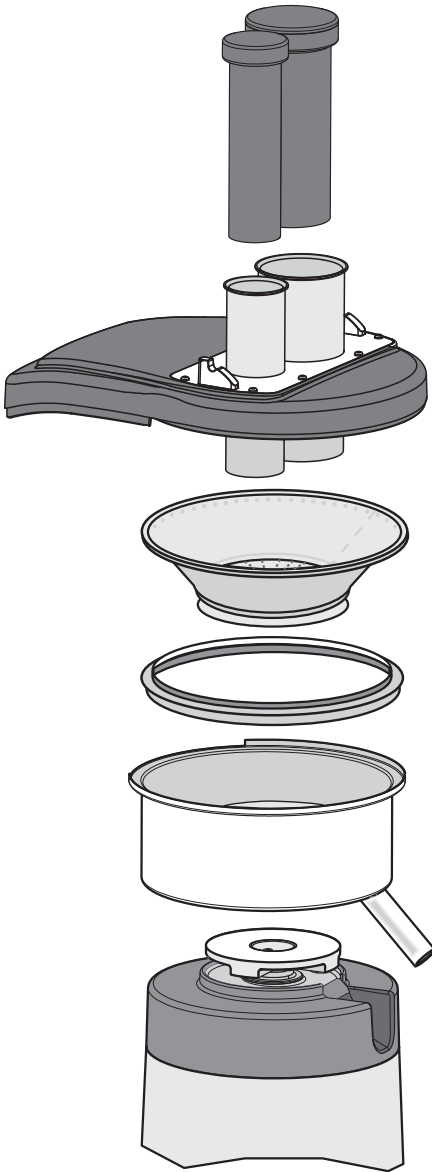
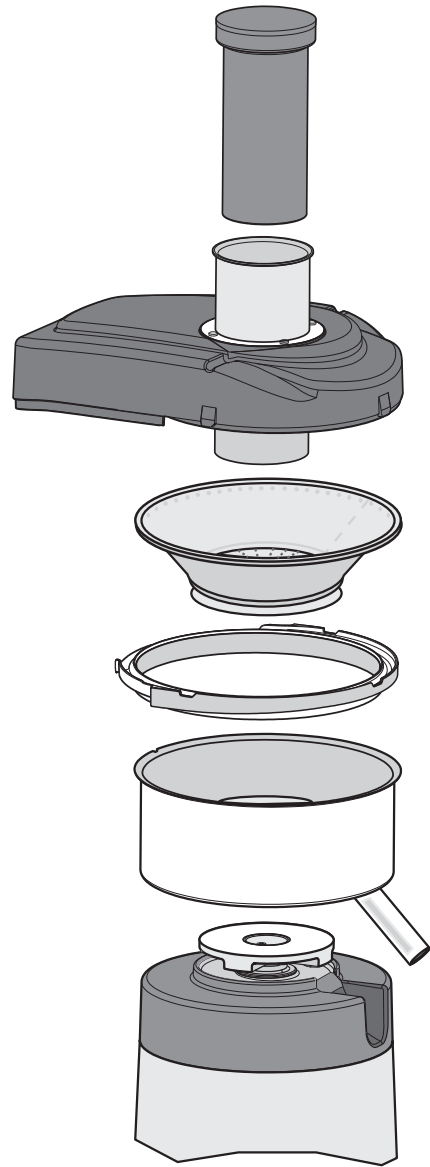

Fig. 9
Fig. 10
- ⚠ **1^{ère} mise en route :** Laver à l'eau claire tous les éléments en contact avec les aliments : le poussoir, le couvercle, le panier, la cuve, le conteneur à pulpe et l'anneau de rétention de la pulpe (pour démonter les différents composants (voir Fig. 9, Fig. 10 et Fig. 11)).
Pour démonter ces composants, décrocher la poignée de serrage et enlever dans l'ordre le poussoir, le couvercle, le panier, l'anneau de rétention de la pulpe et la cuve (Fig. 9, Fig. 10). Monter dans l'ordre opposé en faisant attention de placer le bec dans son logement du socle-moteur. Positionner correctement l'anneau de rétention de la pulpe, positionner le panier dans la cuve en vérifiant le positionnement correct du joint entraîneur du panier sur le disque d'entraînement et positionner le couvercle sur la cuve.